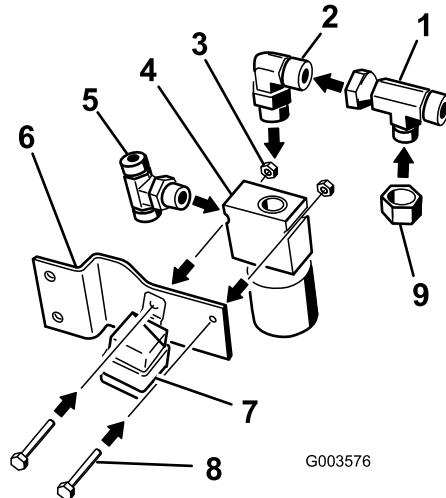

Figure 12
1. Montez les raccords aux angles indiqués sur les figures. Montez le raccord en T sur le côté de la vanne. Reportez-vous à la Figure 12 pour le raccord en T correct.
2. Montez un petit raccord coudé à 90° en haut de la vanne (Figure 12).
3. Montez l'adaptateur en T sur le raccord coudé à 90° . Reportez-vous à la Figure 12 pour le raccord en T correct.
4. Placez le capuchon sur l'adaptateur en T (Figure 12).
6. Montez la vanne sur son support avec 2 boulons ($\frac{1}{4}$ " x $1\frac{3}{4}$ ") et 2 écrous ($\frac{1}{4}$ ") ; voir Figure 12.